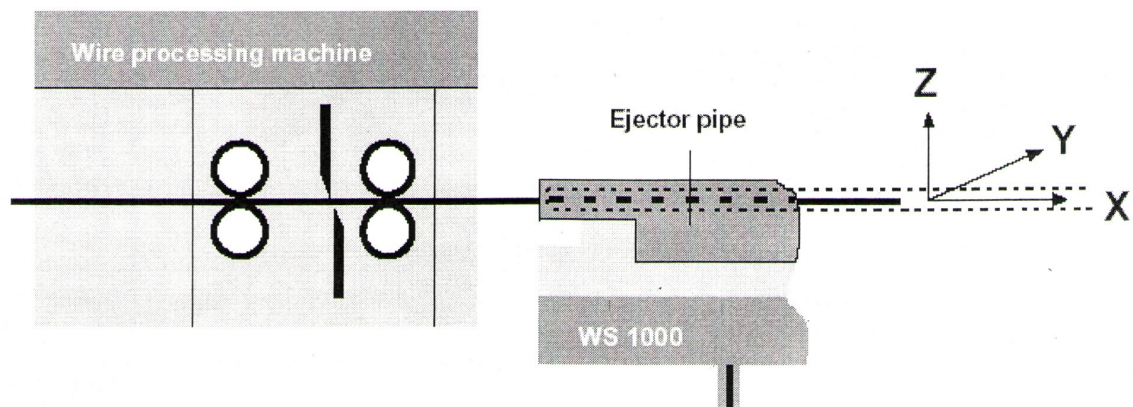

Рисунок 11. Установка стакера
- Выходное отверстие провода устройства обработки провода и направляющая труба стакера должны быть выровнены в трех плоскостях (рис. 11). Регулировку по высоте можно производить при помощи винтов, указанных на рисунках 8 и 9. Зафиксируйте колеса стоек от перемещения.